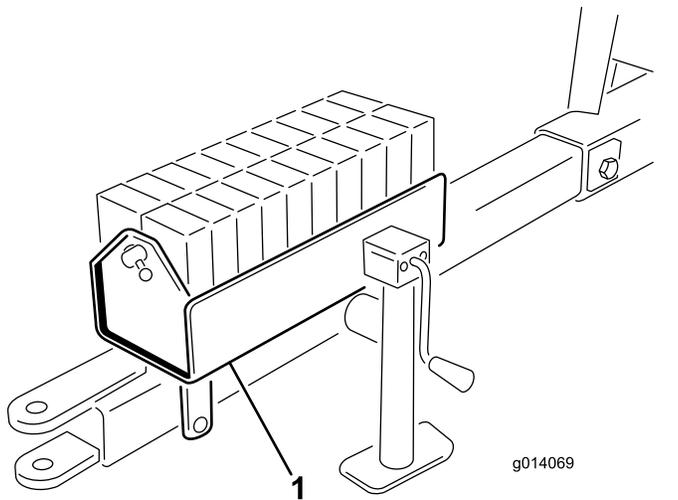

図 6
5. ウェイトケースにウェイトを入れ、バーとピンを取り付ける 図 6。